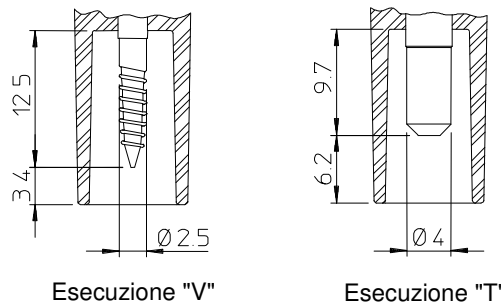

Fig. 8
- V: attacco a vite (Fig. 8);
T: attacco con terminale Ø 4 (Fig. 8);
La connessione dei cavi ad alta tensione può essere di due tipi, in relazione ai terminali impiegati all'interno degli isolatori: si possono avere collegamenti tramite viti oppure attraverso un terminale cilindrico di diametro 4 mm, come illustrato in Fig. 8. Tutti i connettori, anche completi di cavo, possono essere richiesti in dotazione.